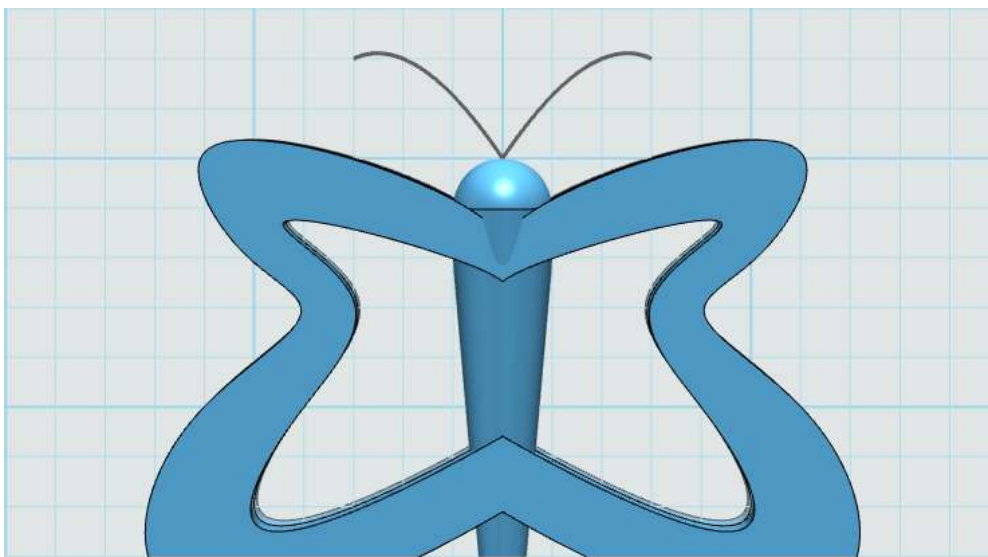

图 1-17
Step 17 点击确定, 蝴蝶的两个触角制作完毕, 如下图 1-17 所示: